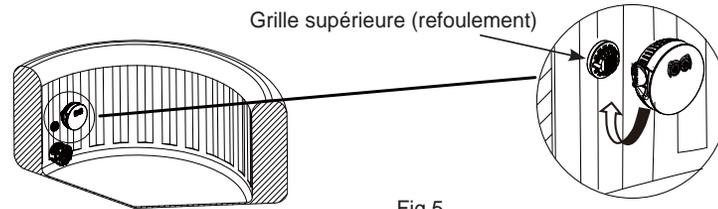

Fig 5
5. Visser (à la main uniquement) la lumière d'ambiance spa sur la grille supérieure (refoulement) du spa (voir Fig 5).